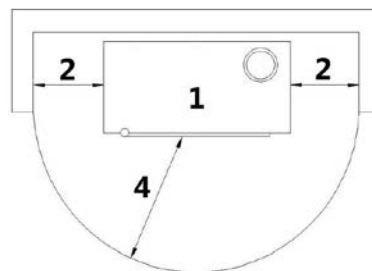

Fig. 23 - Instalación en pared
LEYENDA	Fig. 23
- Es aconsejable instalar la estufa despegada de eventuales muros y/o muebles, con una vuelta del aire minima de 300 mm por los lados, para permitir un enfriamiento eficaz del aparato y una buena distribución del calor en el ambiente (véase **Fig. 23**).